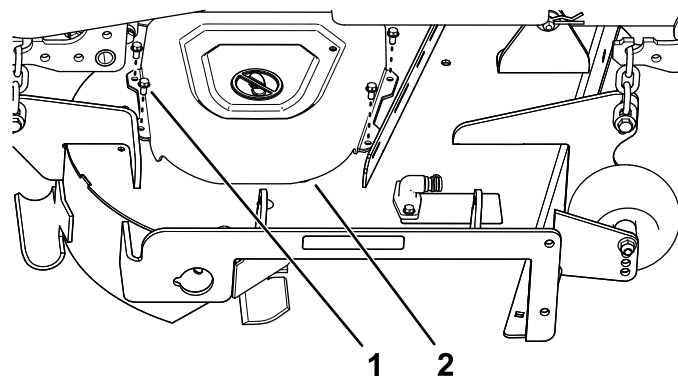

Figura 7
3. Rimuovete le 4 viti (1/4" x 1/2") che fissano il copricinghia destro e rimuovete il copricinghia (Figura 7).